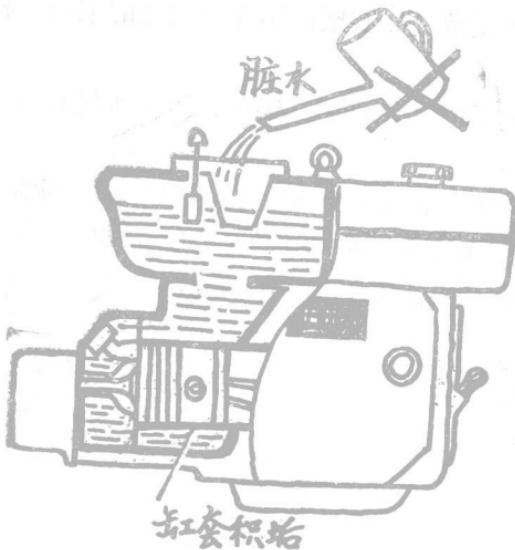

图10 使用不清洁冷却水引起的故障
(9) 柴油机零件损坏引起的故障。例如气门弹簧折断，将使柴油机无法正常工作。
(10) 违反使用规定引起的故障。用好柴油机，要遵照厂家使用说明，否则也会引起故障。例如，规定要用清洁软水作为冷却水。平时若不注意，经常用含泥沙水添加，结果使缸套积垢，水道堵塞，引起柴油机经常过热的故障（见图10）。